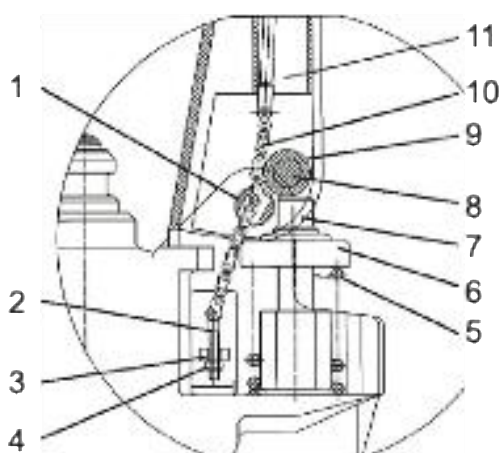

Fig. 7 Vedere laterală
- b) Setati maneta de control a brațului timonei în poziția 'COBORÂRE', apoi treceți piulița și șurubul de reglare prin orificiul axului cu mâna (Fig. 7).